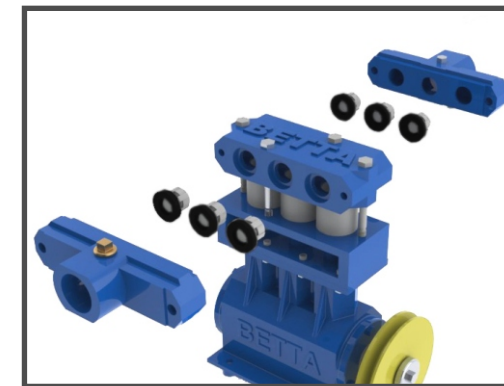

Fig. 33
- 3 - Afastar os respectivos cabeçotes de forma a permitir a retiradas das válvulas. (Fig. 33)